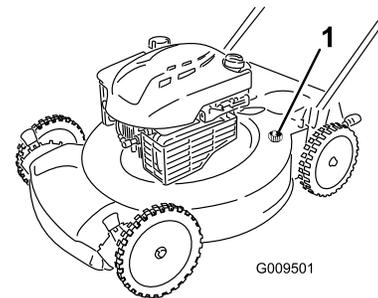

Figura 25
4. Conecte una manguera de jardín que esté conectada a un grifo al orificio de lavado de la carcasa de la máquina (Figura 25).